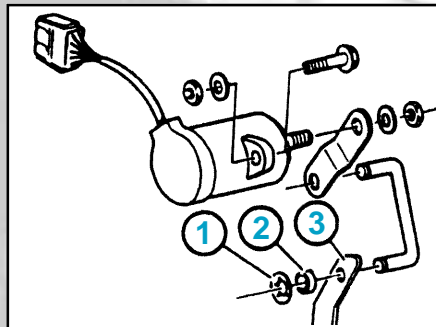

fig. Mot. 53
- Extraire la rondelle élastique (1) en veillant à ce que la douille ne s'échappe pas de la pédale d'accélérateur.
- Composition du transmetteur d'accélérateur (fig. Mot. 53).